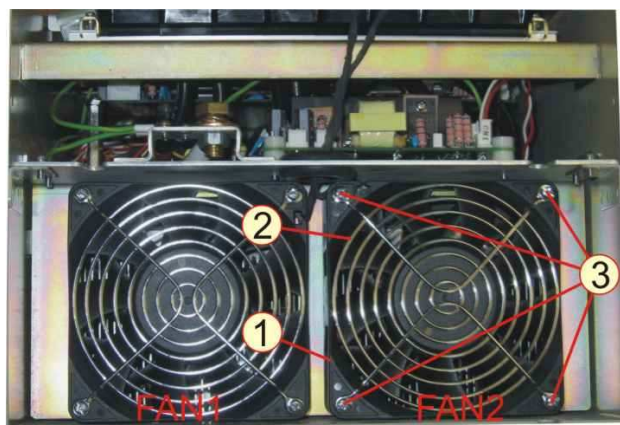

Рисунок 6.5
6.3.2 Выкрутить восемь винтов 3, снять решетки 2 на вентиляторах FAN1 и FAN2 (рисунок 6.5). Положить винты в тару.